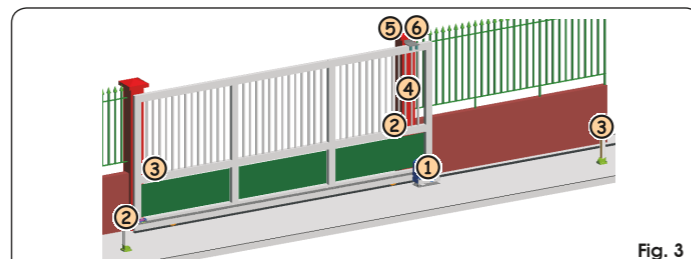

Fig. 3
- Coloque los cables eléctricos para la conexión con los accesorios y la alimentación eléctrica como se indica en la Fig. 3.
Siga escrupulosamente los puntos 10, 11, 12, 13 y 14 de las OBLIGACIONES GENERALES PARA LA SEGURIDAD. Siguiendo las indicaciones de la Fig. 3 coloque los cables en las canalizaciones y realice las conexiones eléctricas con los accesorios elegidos. Separe siempre los cables de alimentación de los cables de mando y de seguridad (pulsador, receptor, fotocélulas, etc.). Para evitar cualquier interferencia eléctrica utilice vainas separadas.